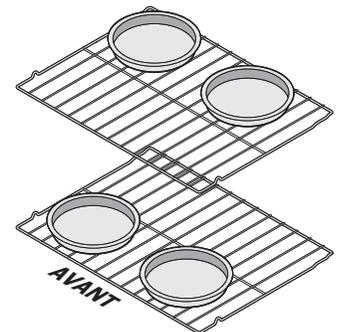

Figure 4 : Espacement des ustensiles de cuisson
- Lorsque vous cuisinez avec deux grilles de four, positionnez l'ustensile de cuisson comme illustré à la Figure 4. Laissez un espace d'au moins 5 cm (2 po) entre les ustensiles pour permettre à l'air de bien circuler.